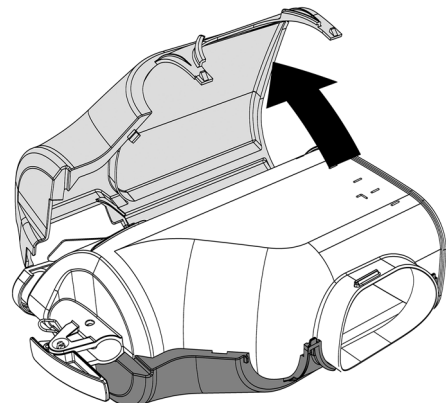

figura 17
- 2 Rimuovere la parte sinistra del recover e successivamente la destra. (vedere figura 17)(vedere figura 18).